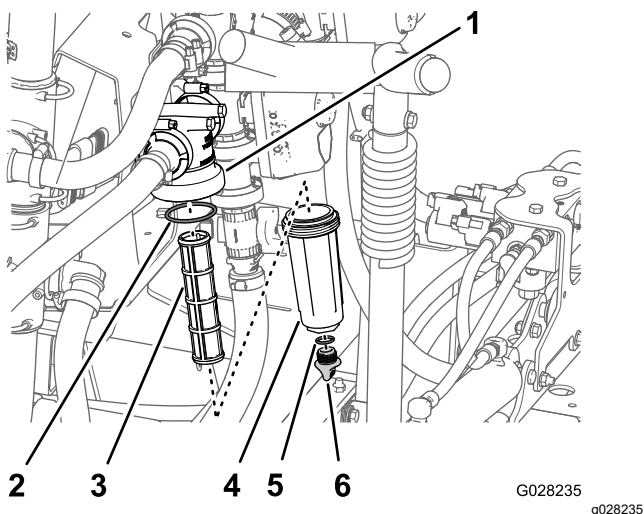

Figure 111
2. Placez un bac de vidange sous le filtre de pression (Figure 111).
3. Tournez le bouchon de vidange dans le sens antihoraire et déposez-le de la cuvette du filtre de pression (Figure 111).
4. Tournez la cuvette dans le sens antihoraire et déposez-la de la tête du filtre (Figure 111).
5. Retirez l'élément du filtre de pression usagé (Figure 111).
6. Contrôlez l'état et l'usure du joint torique du bouchon de vidange (à l'intérieur de la cuvette) et du joint torique de la cuvette (à l'intérieur de la tête du filtre) (Figure 111).
7. Montez le nouvel élément filtrant dans la tête du filtre de pression (Figure 111).
8. Vissez la cuvette sur la tête du filtre à la main (Figure 111).
9. Vissez le bouchon sur la cuvette à la main (Figure 111).